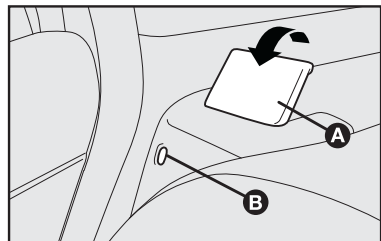

fig. 99
- levantar a alavanca **A-fig. 99** de retenção do encosto e incline este último para frente. O levantamento da alavanca é evidenciado por uma “faixa vermelha” **B**.